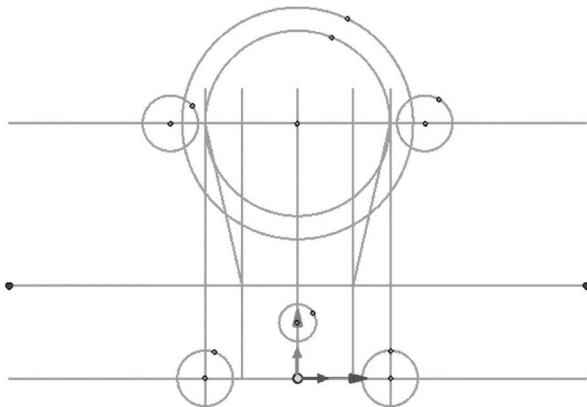

图 1-2-11 偏移辅助线 6
(9) 单击“直线”→“两点线，连续”按钮，将几个端点连接起来，结果如图 1-2-11 所示。